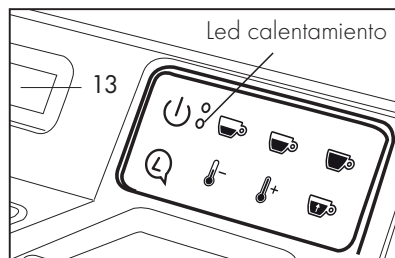

Fig. 5
- El led calentamiento azul parpadea y en el Display (13) aparece la palabra calentamiento; una vez alcanzada la temperatura, el led azul se ilumina de modo fijo indicando que la máquina está lista para el uso. **(Fig. 5)**